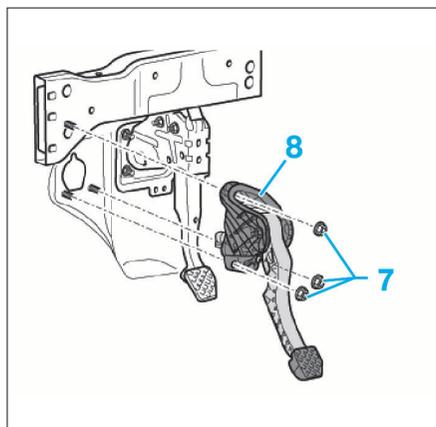

FIG. 11
- Déposer les vis de fixation (7) de la pédale d'embrayage (8) (Fig.11).